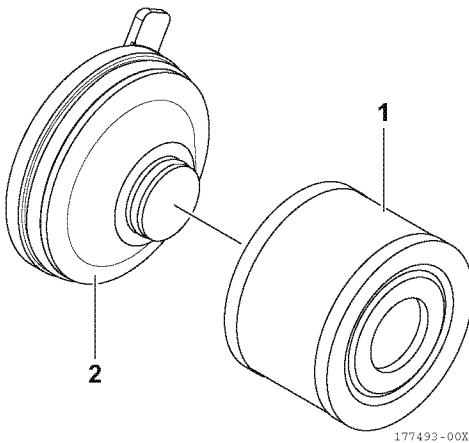

Figura 21
12. Instale el nuevo cartucho de filtro (1, **Figura 21**) en el conjunto de la cubierta (2, **Figura 21**).